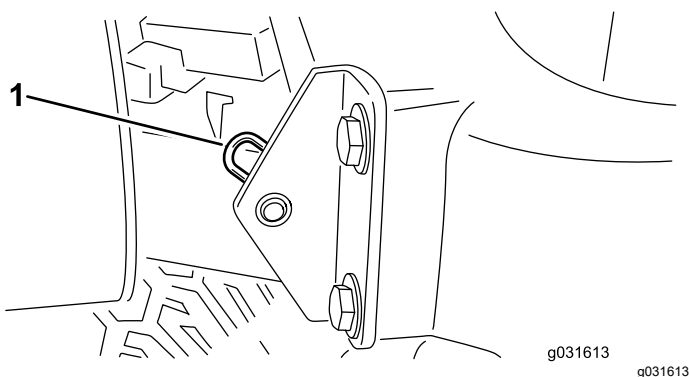

Figura 77
2. Togliete la coppiglia che fissa il perno del cofano alle staffe di montaggio (Figura 77).